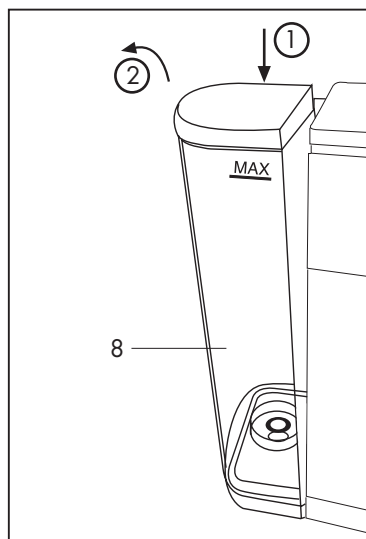

Fig. 1
- Pour extraire le réservoir (8) le faire pivoter vers l'extérieur en le pressant vers le bas (**Fig. 1**)